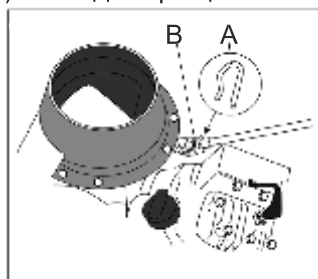

Рис. 4
РЕГУЛИРОВОЧНЫЙ РЫЧАГ (Рис. 4)
1. Удалите шплинт (Рис. 4 поз. А).
2. Пропустите конец регулировочного рычага через отверстие в основании (Рис. 4 поз. В).
3. Соедините регулировочный рычаг с основанием, используя шплинт (Рис. 4 поз. А).